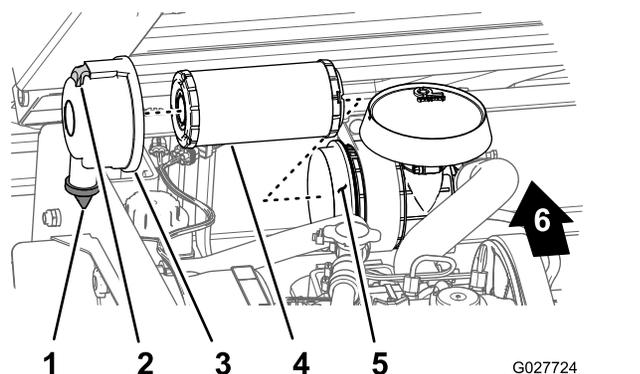

Figure 29
2. Vérifiez si le boîtier du filtre à air présente des dommages susceptibles d'occasionner des fuites d'air (Figure 29).